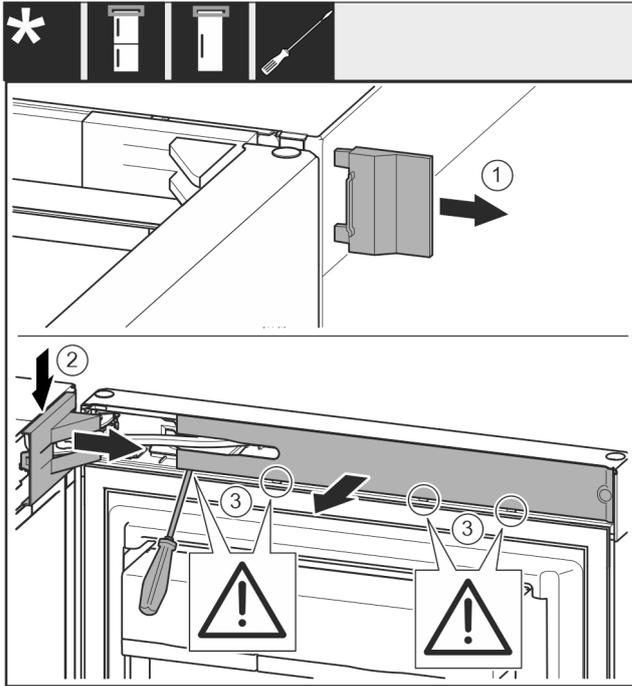

Fig. 7
- ▶ Retire la cubierta exterior. Fig. 7 (1)
- ▶ Desencaje y suelte la cubierta del soporte de cojinete. Retire la cubierta del soporte de cojinete. Fig. 7 (2)
- ▶ Desencaje el panel con el destornillador para tornillos de cabeza ranurada y gírelo lateralmente. Fig. 7 (3)